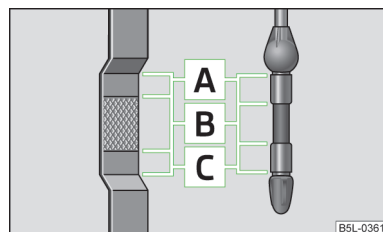

Fig. 127
La varilla indicadora del nivel de aceite indica el nivel de aceite de motor » fig. 127.
- El nivel de aceite no debe sobrepasar nunca la zona **A** » fig. 127. ¡Riesgo de daños en el sistema de gases de escape!